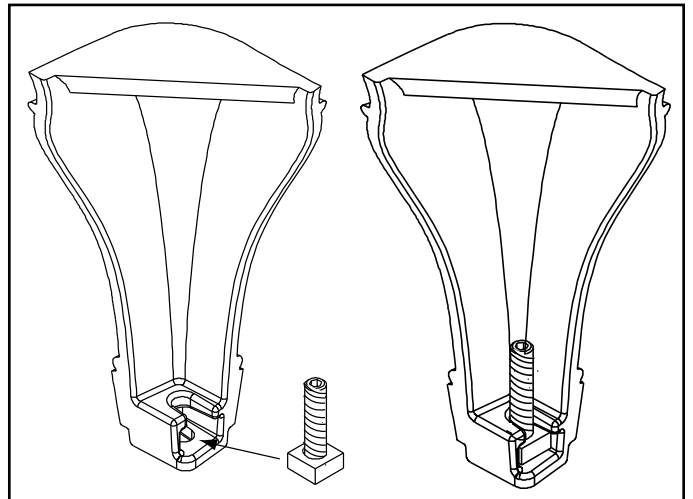

Figure 22.3
9. Glissez les assemblages de boulons/écrous Allen dans les fentes de deux des pieds, les écrous vers le bas (**Figure 22.3**).